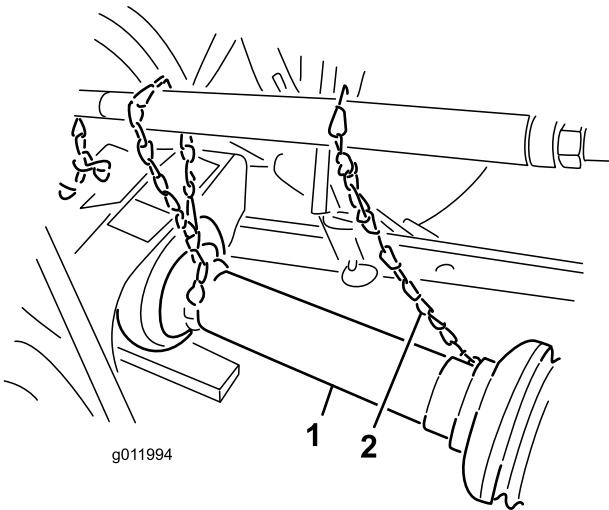

Figura 6
5. Conecte las cadenas de seguridad del protector desde las secciones del árbol de la toma de fuerza hasta los clips soldados de los brazos de enganche o a los protectores de la TDF (Figura 6).